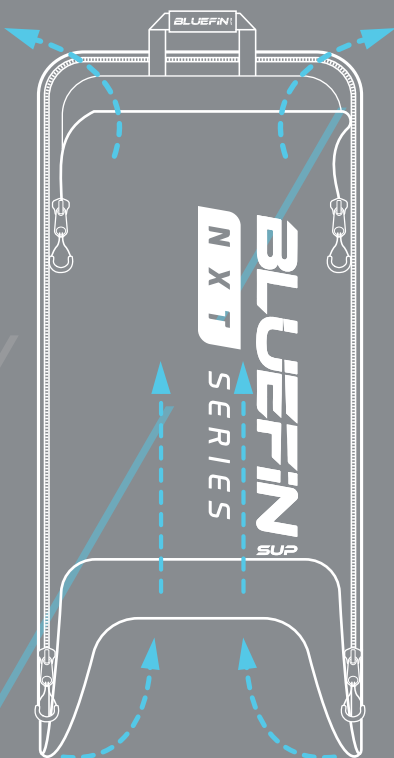

Figura 1.
- Apri la tasca frontale esterna della borsa e inizia a tirare la tasca al rovescio. **Figura 1**